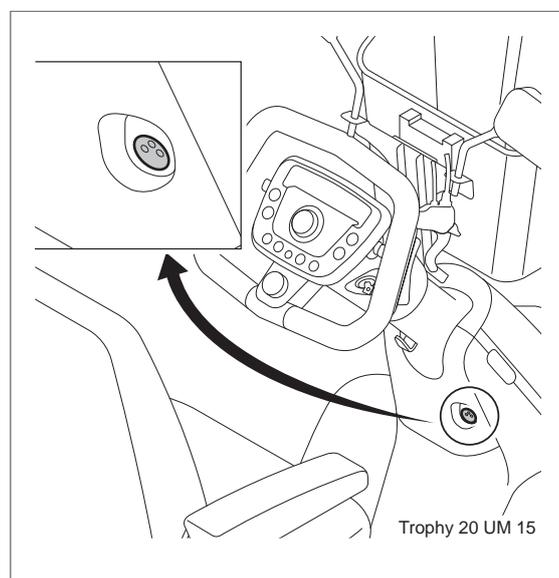

Figura 11
- Il punto di carica (A) si trova sul piantone di sterzo, sotto il pannello di controllo (figura 11). È il punto in cui va inserito il cavo del caricabatterie.